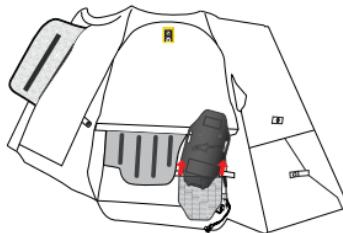

图 13
3. 打开两个固定钩环，从口袋中取出充气机外壳 (4) (图 13)。